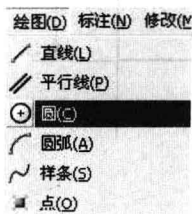
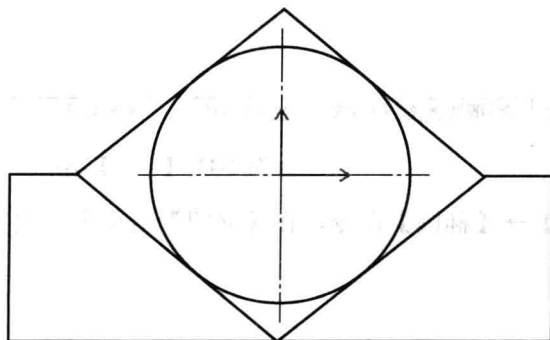

图 2-37 【圆】命令
图 2-40 绘制内切圆
(5) 单击【绘图】→【圆】命令，在【立即】菜单中修改参数，绘制圆，如图 2-37～图 2-40 所示（注：按空格键打开【工具点】菜单，在此可使用【切点】命令）。